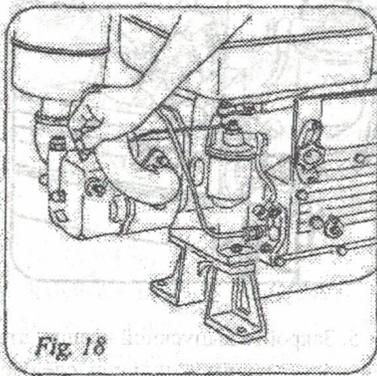

Рис.18
- при экстренной остановке двигателя можно также снять воздушный фильтр и заблокировать подачу воздуха рукой (рис.18).